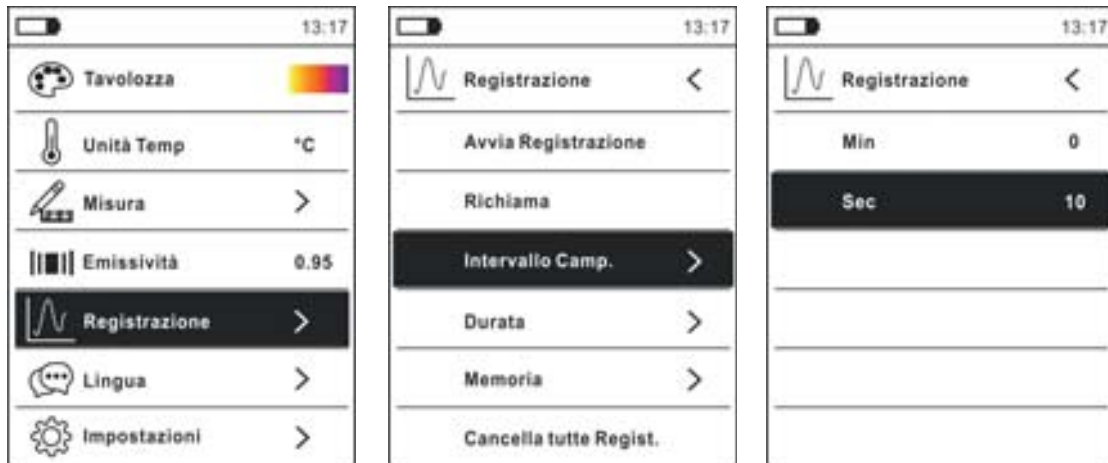

Fig. 35: Funzione data logger – Impostazione intervallo di campionamento
2. Premere il tasto , selezionare la voce “Registrazione” e premere il tasto . La videata di Fig. 35 – parte sinistra è mostrata a display
3. Selezionare la voce “Intervallo Camp.” (vedere Fig. 35 – parte centrale) e premere il tasto per la definizione dell’intervallo di campionamento della registrazione. La videata di Fig. 35 – parte destra è mostrata a display